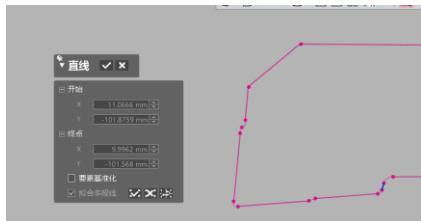

图 4.38 直线拟合
4) 点击直线 按钮, 选择要拟合出的直线, 如图 4.38 所示, 点击调整 按钮, 对直线进行延长,